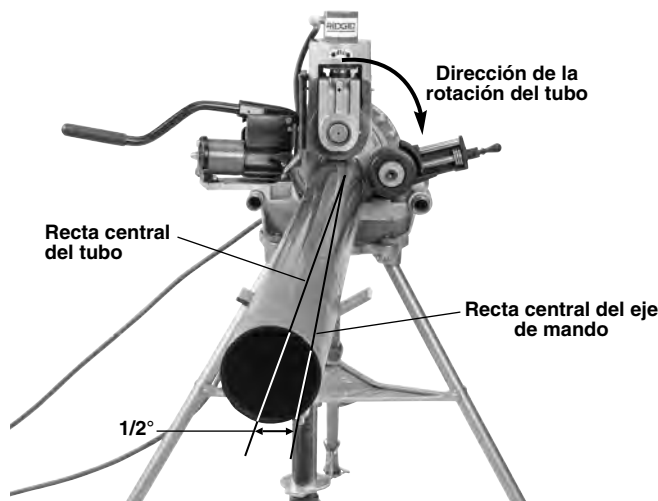

Figura 14 – Desviación del tubo en 1/2°, acercándolo al operario (exagerado en la imagen)
- Coloque el conmutador REV/O-OFF/FOR del accionamiento motorizado o roscadora en la posición REV. Oprima y suelte el interruptor de pie. El rodillo de accionamiento debe rotar hacia la derecha (vea la *Figura 14*), igual como se ve en la ranuradora en la calcomanía de rotación del tubo.
- Operación preferida, con el conmutador en el ajuste REV:** Coloque el tubo y los soportatubos ligeramente descentrados, desviados en aproximadamente $\frac{1}{2}$ grado (como 1" a 10 pies de distancia desde la ranuradora a rodillos) hacia el operario. Si el tubo y la ranuradora a rodillos están bien alineados, se asegura el correcto recorrido sobre el tubo durante el ranurado (*vea la Figura 14*). Este es el descentrado apropiado cuando se ranura con la máquina con el conmutador en el ajuste REV, y funciona con el estabilizador.
- Aumente levemente el ángulo de descentrado del tubo, de medio grado a 1 grado. *Vea la Figura 14.*